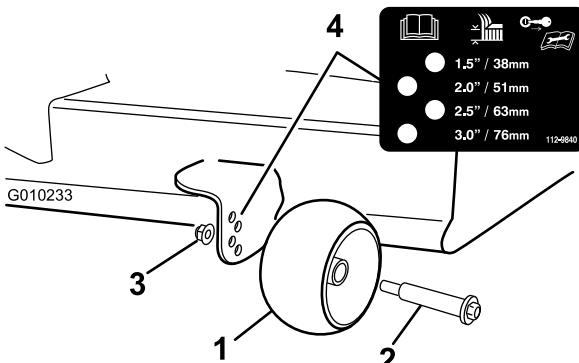

Figura 21
- Ajuste los rodillos protectores del césped según se muestra en Figura 21 a la posición de altura de corte más próxima.